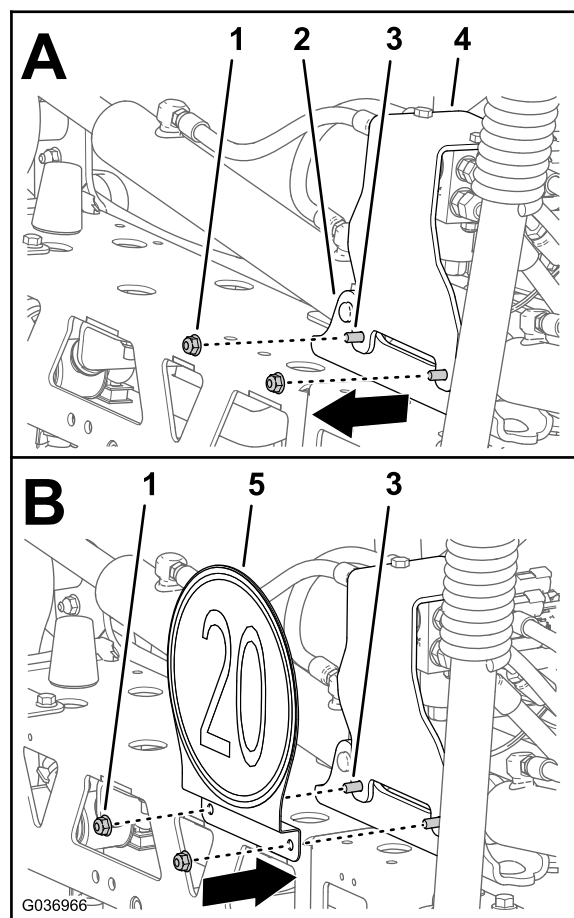

Figura 14
4. Retire as 2 porcas de bloqueio flangeadas (5/16 pol.) que prendem o suporte do coletor do cilindro de elevação à montagem do cilindro de elevação (Figura 14).